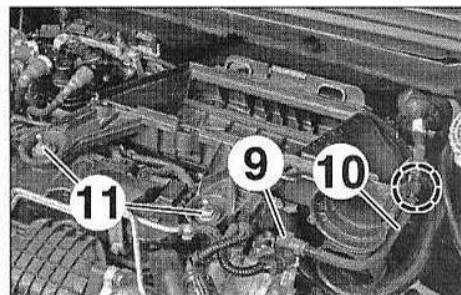

FIG.57
- Débrancher le raccord (9) de la canalisation à dépression (10) sur la pompe à vide (Fig.57).
- Dégrafer la canalisation à dépression (10) du boîtier de filtre à air.
- Déposer les vis (11).